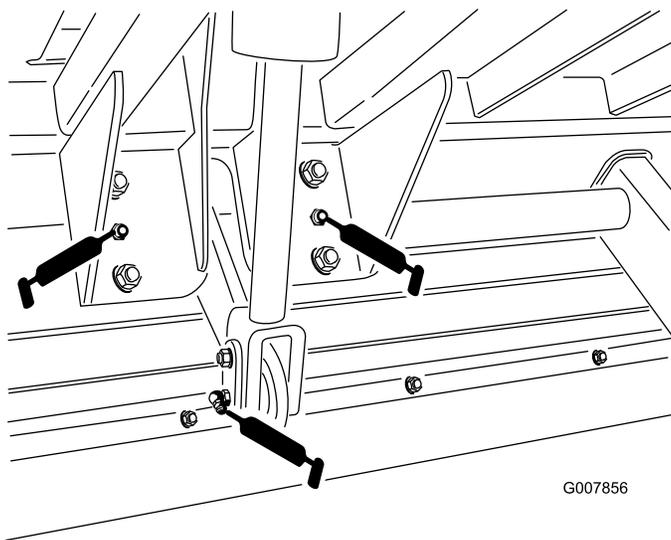
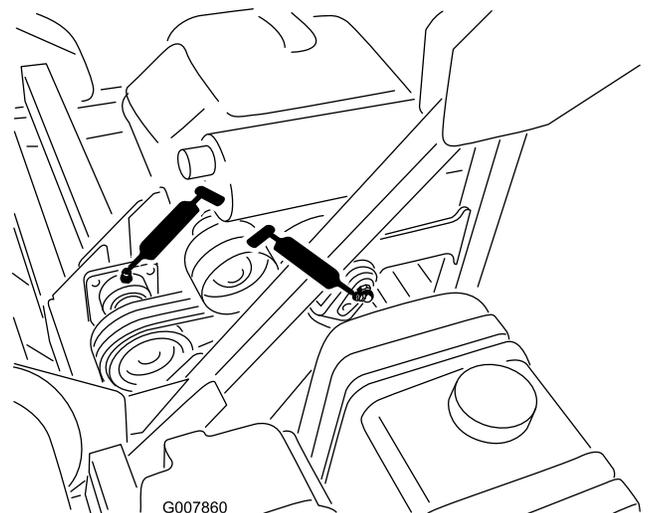

Figura 38
Figura 41
- Cilindro de elevación (2); consulte Figura 38 y Figura 41.
- Eje de elevación (2); consulte Figura 38.
- Eje secundario (2); consulte Figura 41.